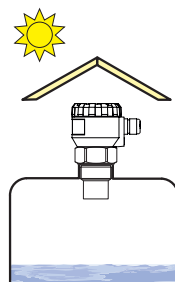

Рис. 9: Кожух для защиты от прямого солнечного излучения
- Если невозможно избежать установки в местах с прямым солнечным излучением, необходимо над измерителем уровня установить защитный кожух (рис. 9).